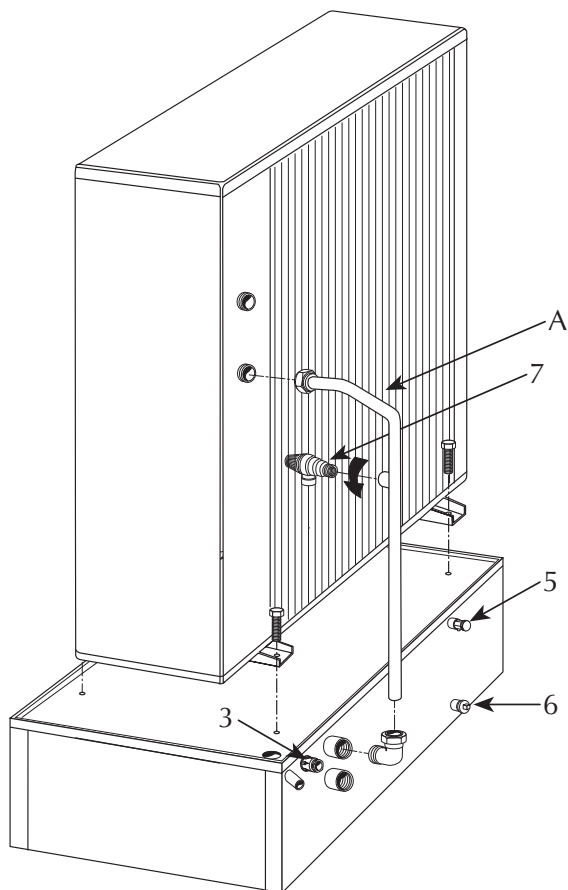

Fig. 5
- fissare i piedini del refrigeratore sugli appositi fori con le viti del coperchio dell'accumulo (fig. 5 e 6);
- avvitare la valvola di sicurezza (7) al manicotto (A) sigillando con canapa o teflon;
- collegare l'uscita del refrigeratore all'ingresso dell'accumulo utilizzando l'apposito tubo in rame ed il raccordo a corredo (fig. 5 e 6). L'accessorio prevede un tubo di collegamento a corredo, adatto per la versione a pompa di calore. Per la versione solo freddo sarà cura dell'installatore tagliarlo alla misura necessaria. Il tubo di collegamento dovrà essere isolato col materiale a corredo.
- Eseguire il collegamento elettrico della pompa alla morsettiera della scheda (vedi schemi elettrici) infilando il cavo nel bloccacavo (3).
- fix the feet of the chiller to the holes with the screws of the accumulator cover (fig. 5 and 6)
- screw the safety valve (7) to the manifold (A) and seal with teflon or hemp;
- connect the chiller output to the storage inlet by means of the copper pipe and union supplied (fig. 5 and 6). The accessory includes a connector tube, suitable for use with the heat pump version. In the case of the cooling-only version, the installation technician will be responsible for cutting the tube to the required length. Insulate the connector tube with the material supplied.
- Make pump electrical connections to the board terminals (see electrical drawings) after threading the cable through the clamp (3).